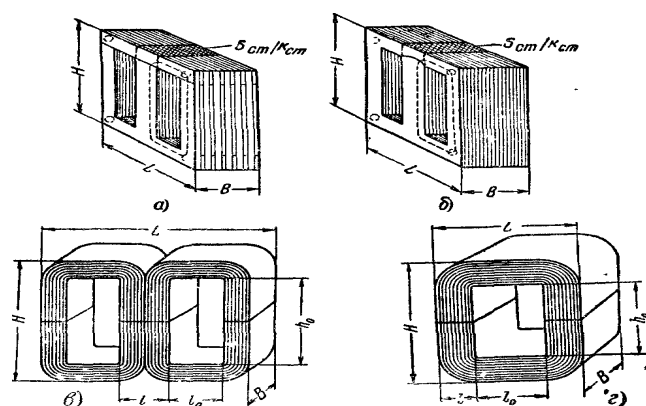

Рис. 8 Магнитопроводы
- 2. Броневые из пластин с просечкой, штампованных из такой же стали. Эти пластины представляют собой как бы одно целое из Ш-образных и прямоугольных пластин (рис. 8,б, 9,б и табл. 1)